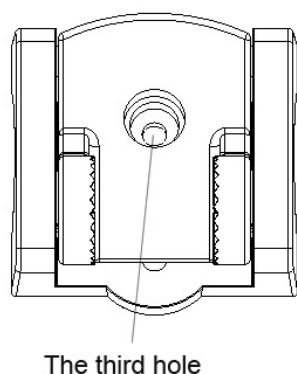

Figure-8
- b) Dès que vous croyez avoir trouvé le meilleur emplacement de montage du transducteur, libérer le pivot du modèle, puis marquer le troisième trou avec un crayon (voir figure-8).